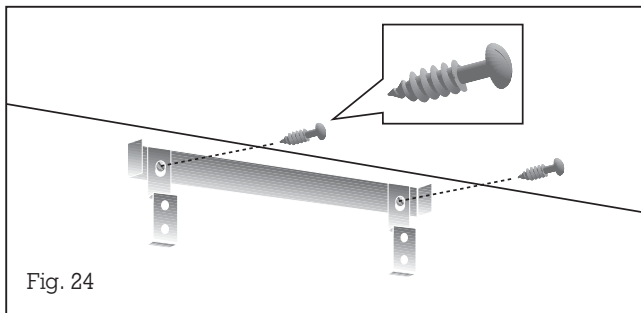

Fig. 24
- Vissez la cornière du cache de conduit au mur, en même temps que les 2 cornières du boîtier (guidage de l'air) (fig. 24).